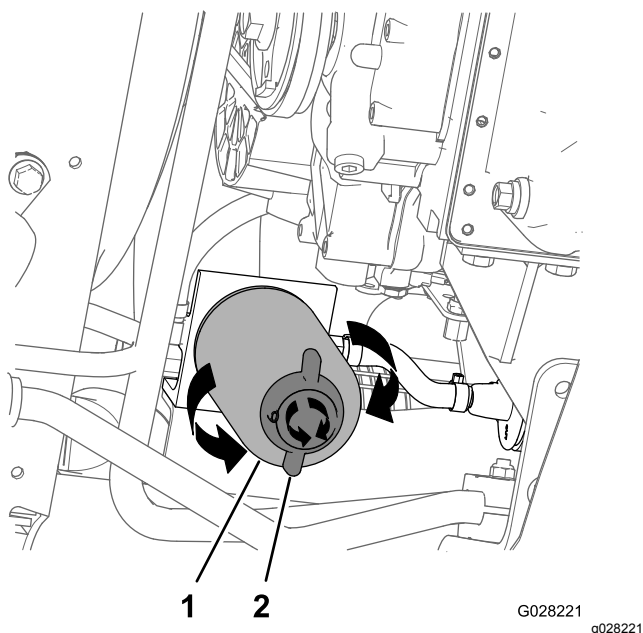

Figure 77
4. Placez un bac de vidange sous le filtre à carburant ; voir Figure 77 sous Remplacement du filtre séparateur d'eau \(page 65\).
2. Placez un bac de vidange sous le filtre séparateur d'eau (Figure 77).
3. Tournez la vanne de vidange au bas du filtre séparateur d'eau dans le sens antihoraire (Figure 77).
4. Nettoyez la surface autour du filtre séparateur d'eau et du support de l'adaptateur (Figure 77).
5. Déposez le filtre séparateur d'eau (Figure 77).
9. Tournez fermement la vanne de vidange au bas du filtre séparateur d'eau dans le sens horaire (Figure 77).